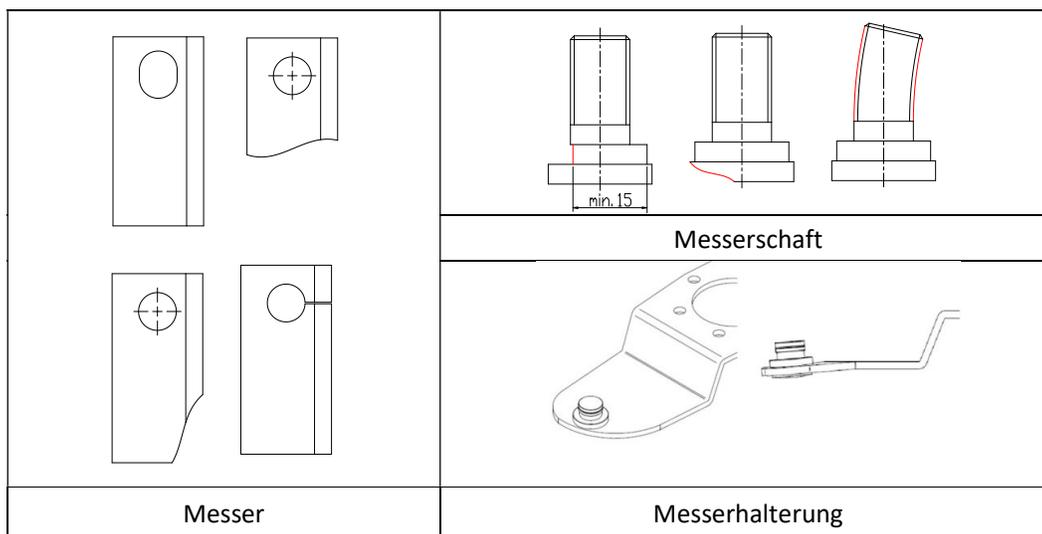
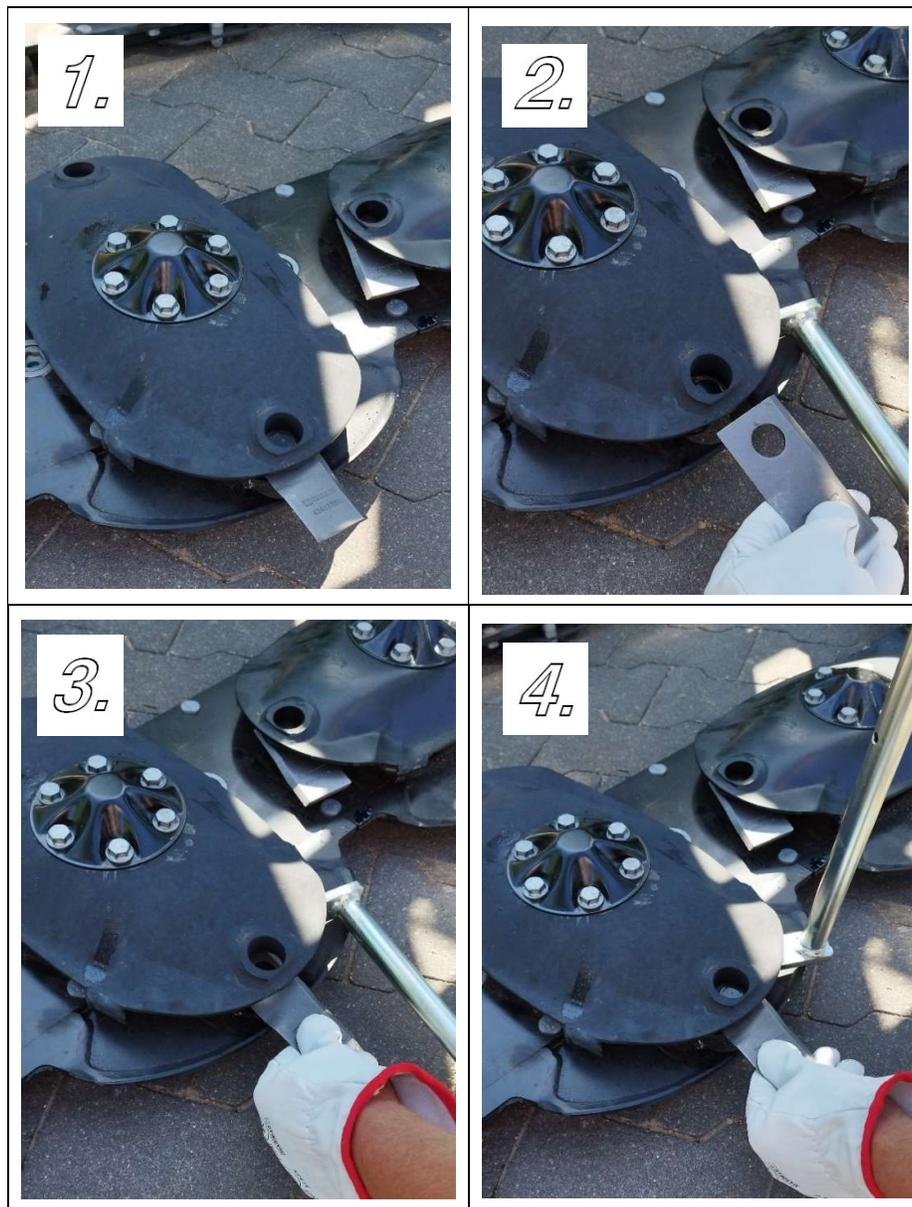

Abb. 18 Beispielhafte Schäden
Abb. 19 Kontrolle, Austausch und Wenden des Messers
Den Austausch oder das Wenden des Messers wird mit Hilfe des Spezialschlüssels gem. der Abb. 19 durchgeführt. Der Schlüssel wird zwischen den Oberen Teller der Scheibe und die Messerhalterung gesteckt (Foto 19(1)), die Halterung so lange ausgehebelt, bis der Spalt so groß wird, dass das Messer herausgenommen werden kann 19(2). Nach der Kontrolle des Messers 19(3), des Schaftes und der Halterung (gem. Abb. 18) wird das Messer durch das Wenden oder den Austausch 19(4) montiert.
3. Den Zustand der zusammenarbeitenden Elemente (Halterung, Schaft, Messer) prüfen. Bei Beschädigungen gegen neue tauschen Abb. 18